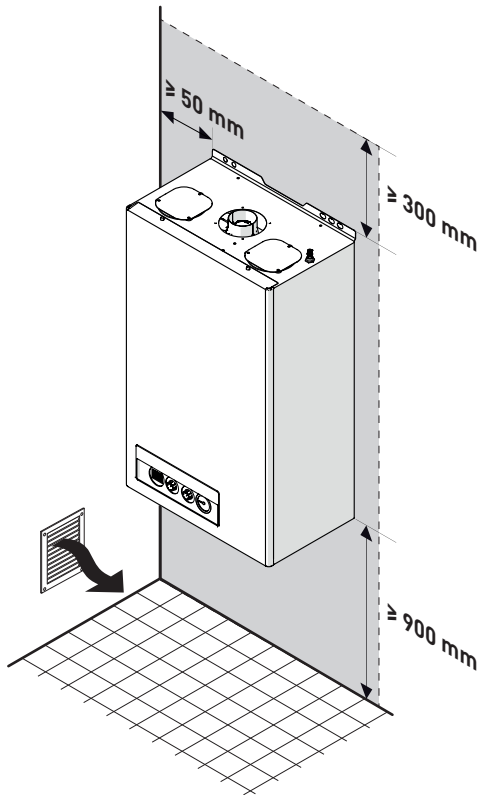

Рис. 25
- При монтаже необходимо учесть расстояния, необходимые для доступа к устройствам безопасности/регуляции и выполнения работ по техническому обслуживанию (см. Рис. 25).